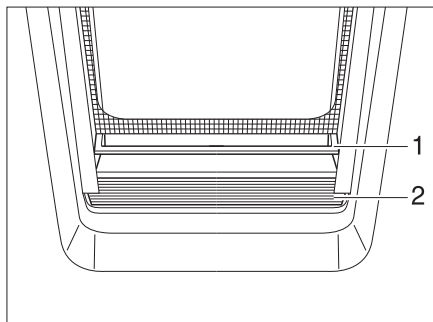

Fig. 28 Tendina oscurante pieghevole
- Afferrare la tendina oscurante pieghevole (Fig. 28,2) al centro della maniglia (Fig. 28,1), tirarla dal basso verso l'alto e rilasciarla all'altezza desiderata. La tendina oscurante pieghevole rimane a questa altezza.